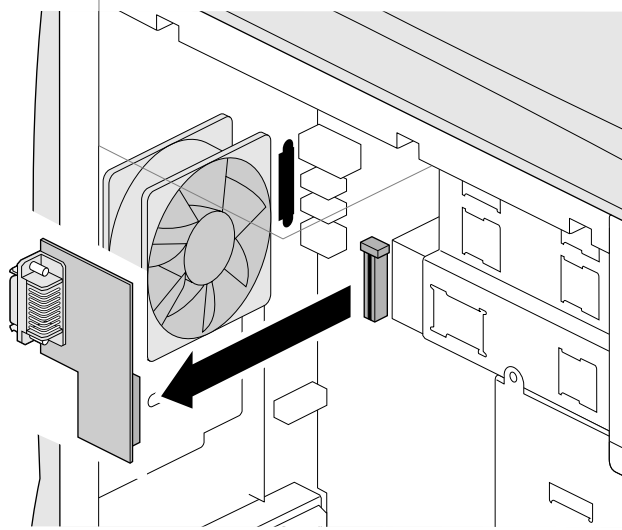

Figure 5-9 Retrait de la carte d'extension graphique
5. Retirez avec précaution la carte d'extension de l'adaptateur, comme indiqué à la Figure 5-9.